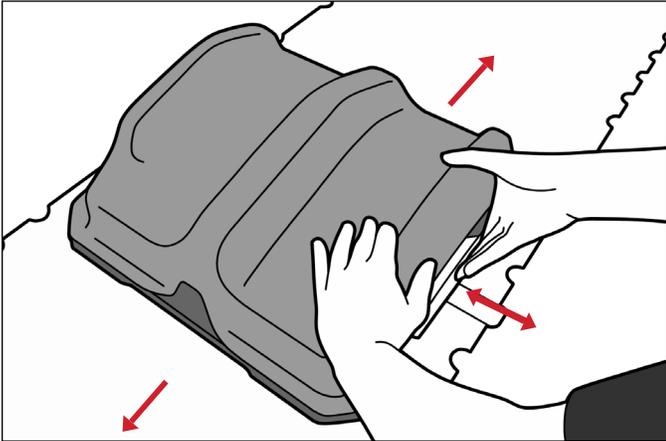
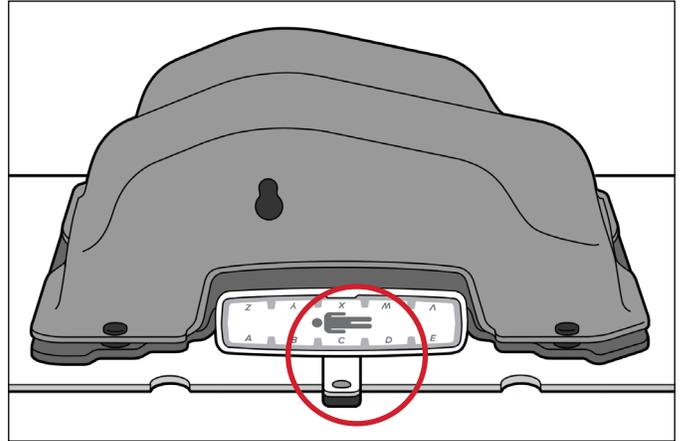

図9
図10
5. スライドロックを引いたり押ししたりして、ニーサポートを上下方向に調整します。スライドロックが完全にかみ合っており、目的の位置が位置決めバーと一致していることを確認します。(図9、図10)